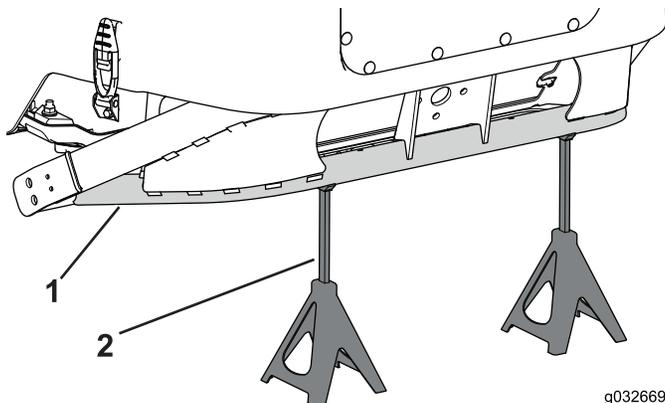

Figura 85
1. Posizionate 2 cavalletti metallici sotto la parte posteriore del telaio per supportare la macchina quando sollevate la parte anteriore della macchina stessa (Figura 85).